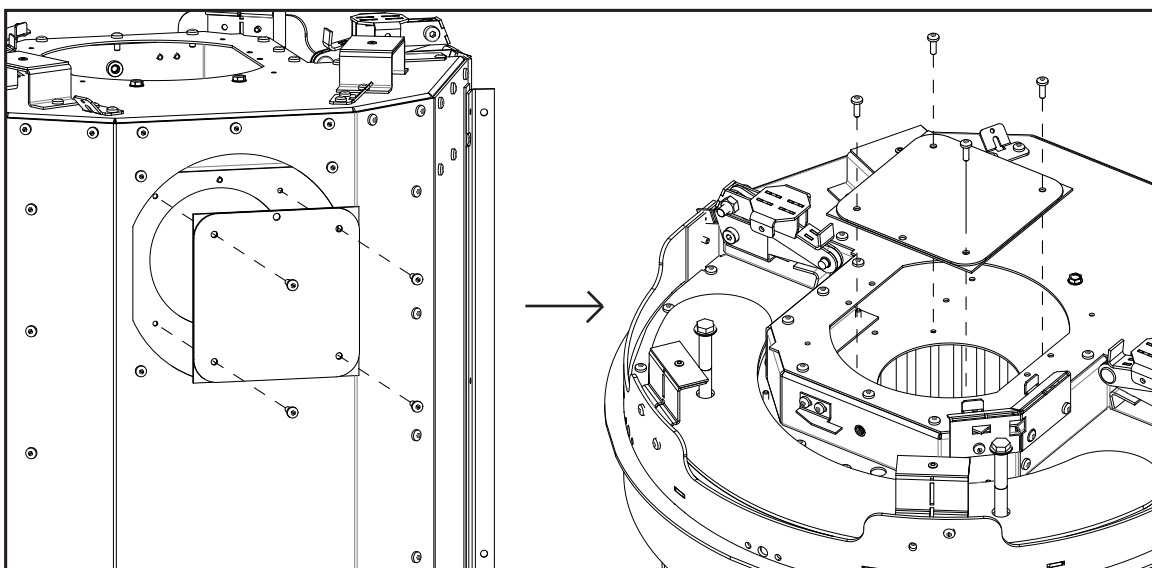

Figure 72: Retrait et fixation de la plaque de blocage intérieure
9. Retirez les plaques de blocage extérieures et intérieures de l'arrière de l'unité et fixez-les sur le dessus de l'unité à l'endroit où le robinet d'échappement et le collier de ventilation ont été fixés (voir la Figure 72).